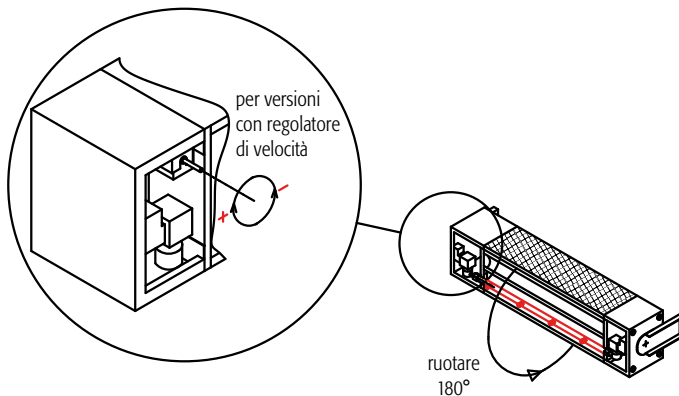

Fig. 22
9. ruotare la testata di 180° ed effettuare i collegamenti elettrici in funzione del tipo di testata (Slave, Master) (Fig. 22);
16. sul foro disponibile più vicino con la vite M3 in dotazione (Fig. 22);